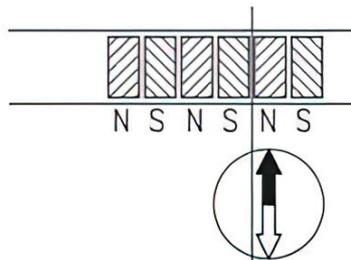

图 5-1: 极位的确定，切割磁条
- 3: 如果有必要, 使用罗盘针确定磁条上磁极的位置(见图 5-1);